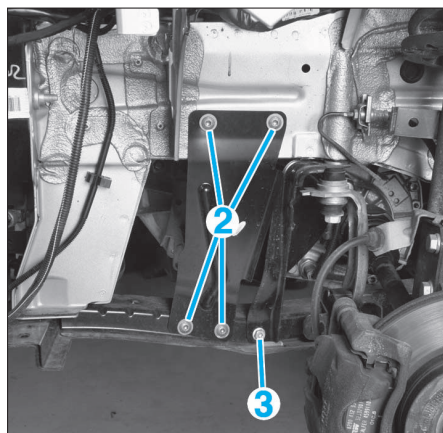

FIG. 92
- les vis de fixation (2) du renfort latéral gauche (Fig.92),
- la vis inférieure (3) des tirants latéraux.